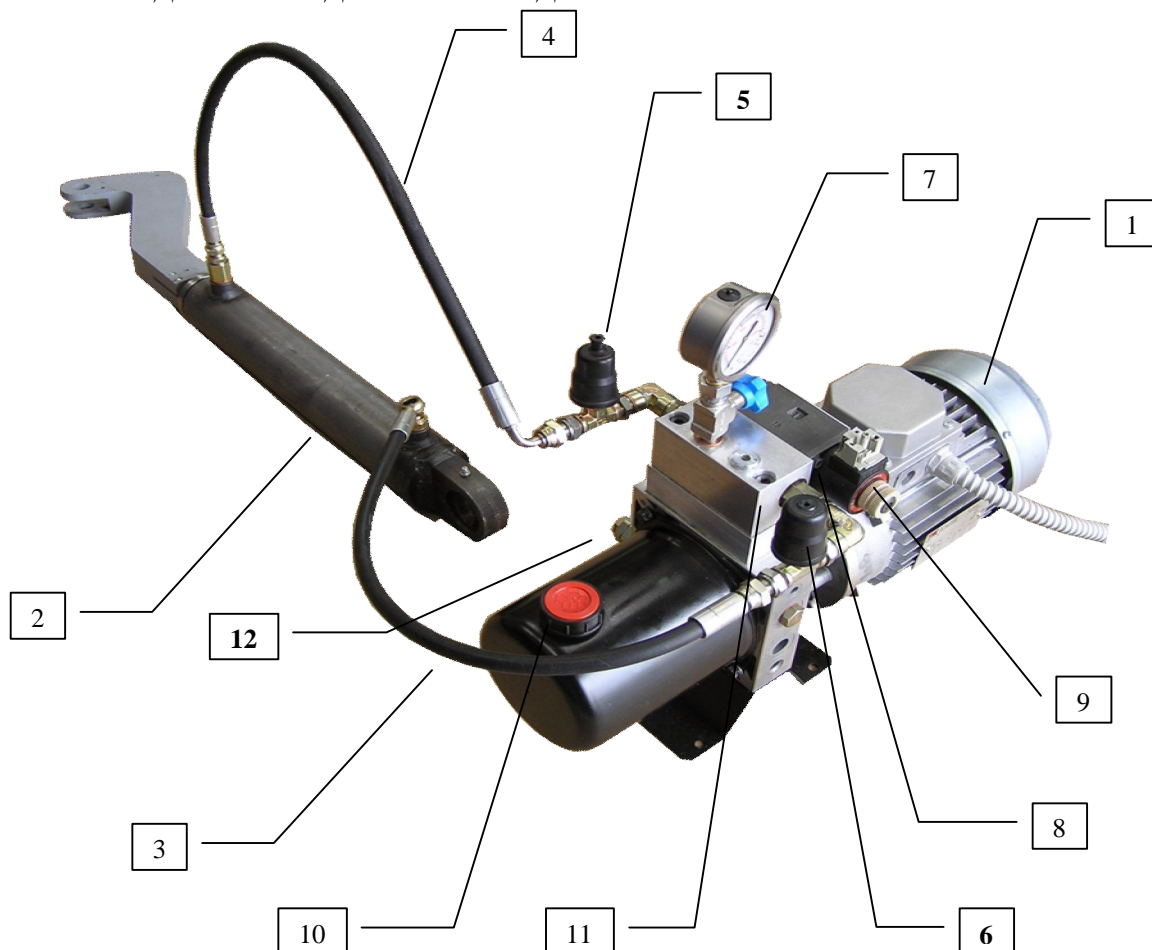

Рис. 1
Оба датчика давления (поз. 5 и поз. 6 на рис. 1) установлены на 90 бар (P1 – рабочее давление тестомеса) во время тестирования оборудования производителем. Они предназначены для остановки движения вниз или вверх гидравлического поршня в тот момент, когда траверса тестомеса находится в вертикальном или горизонтальном положении.
В гидравлическом устройстве также имеется гидравлический регулировочный клапан (поз. 12 на рис. 1). Он предназначен для защиты устройства от избыточного давления. Данный клапан установлен на 110 бар (P2) во время тестирования оборудования производителем; на 20 бар больше рабочего давления P1.
4. Нажмите кнопку опускания траверсы на панели управления. Как только траверса полностью опущена, гидравлический двигатель не останавливается, а продолжает работать, благодаря мостику (пункт № 2). В данный момент, используя специальный инструмент, ослабляйте гидравлический клапан управления, пока давление, указанное на манометре, не достигнет 90 бар (поз. 7 на рис. 1).
11. В данный момент, используя специальный инструмент, ослабляйте гидравлический регулировочный клапан, пока давление, указанное на манометре, не достигнет 110 бар (поз. 7 на рис. 1).